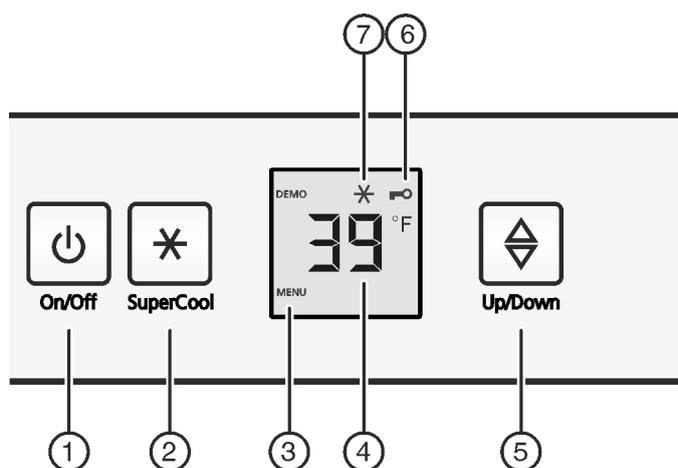

Fig. 3
- ▶ Appuyez sur la touche marche/arrêt Fig. 3 (1).
- ▶ Appuyer env. 5 secondes sur la touche SuperCool Fig. 3 (2).
- ▷ Le symbole Menu Fig. 3 (3) apparaît dans l'affichage.
- ▶ Confirmer brièvement avec la touche SuperCool Fig. 3 (2).
- ▷ Le symbole Sécurité enfants Fig. 3 (6) s'allume dans l'affichage.
- ▶ Appuyer brièvement sur la touche On/Off *Fig. 3 (1)*.
- ▶ Appeler la fonction de température : appuyer sur la touche de réglage *Fig. 3 (5)*.
- ▶ Modifier la température par incrément de 1 °F (1 °C) : appuyer sur la touche de réglage *Fig. 3 (5)* jusqu'à ce que la température souhaitée apparaisse dans l'affichage de température.
- ▶ Appuyer brièvement sur la touche SuperCool Fig. 3 (2).
- ▷ Le symbole SuperCool Fig. 3 (7) s'allume dans l'affichage.
- ▷ Le symbole SuperCool Fig. 3 (7) s'éteint dans l'affichage.